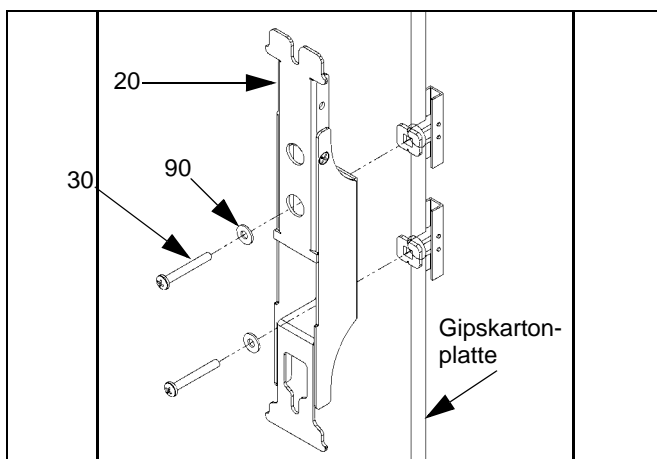

Abbildung 8.
8. Zwei #10 Kreuzschlitzschrauben (30) und zwei #10 flache Unterlegscheiben (90) benutzen und die Wandhalterung an der Wand befestigen (siehe Abbildung 8).
9. Die Schritte zum Einbau der zweiten Wandhalterung (20) wiederholen.